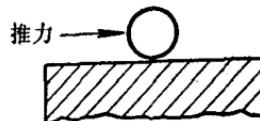

图 2-4 滚动摩擦
**2. 滚动摩擦** 一个物体在另一个物体上滚动时产生的摩擦，叫做滚动摩擦（见图 2-4）。滚珠和滚柱在轴承中转动所产生的摩擦就属于这一种。